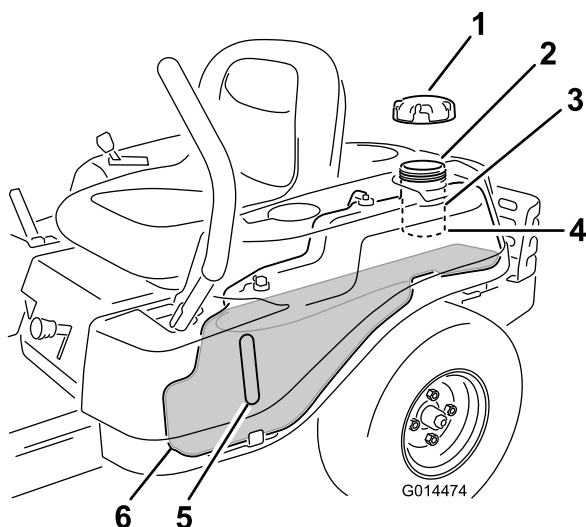

Figura 9
Nota: Puede utilizar la mirilla de combustible para verificar la presencia de gasolina antes de llenar el depósito (Figura 9).
2. **Añada gasolina sin plomo** lentamente hasta que el combustible llegue a la base del cuello de llenado (Figura 9).